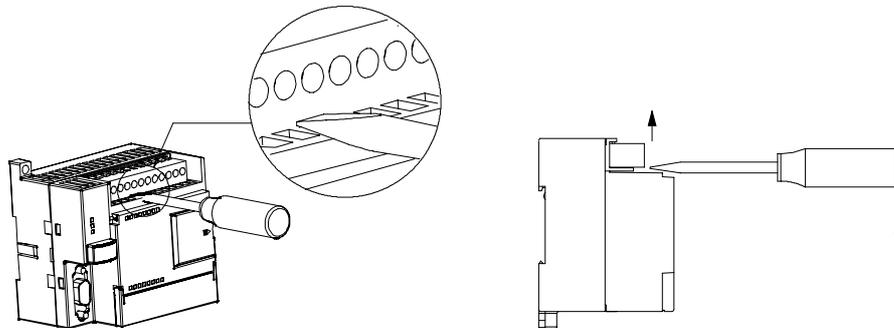

Figura 3-2 Smontaggio della morsettiera
3. Estrarla facendo leva con il cacciavite sulla custodia dell'S7-200. (vedere la figura 3-2).